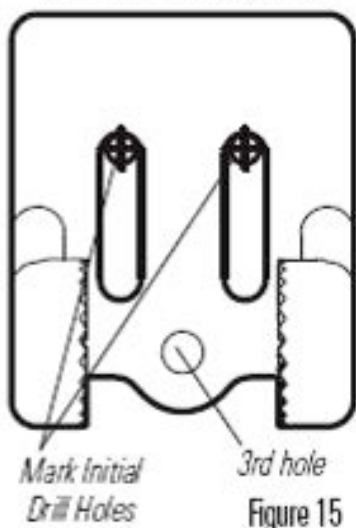

Figure 15
3. Придерживайте кронштейн на транце и наметьте маркером или карандашом места сверления двух крепежных отверстий. Отмечайте места вверху прорези, убедитесь, что Ваши отметки лежат по центру разъема (Рисунок 15).